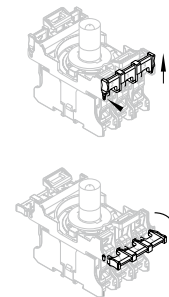

図9
2. 取り外された接点キャリアと接点押さえの「開」（図9参照）：両接点押さえを持ち上げることにより、固定が解除され、90°回せます。その後、初めて接点構成・照光素子の取り外しが可能となります。